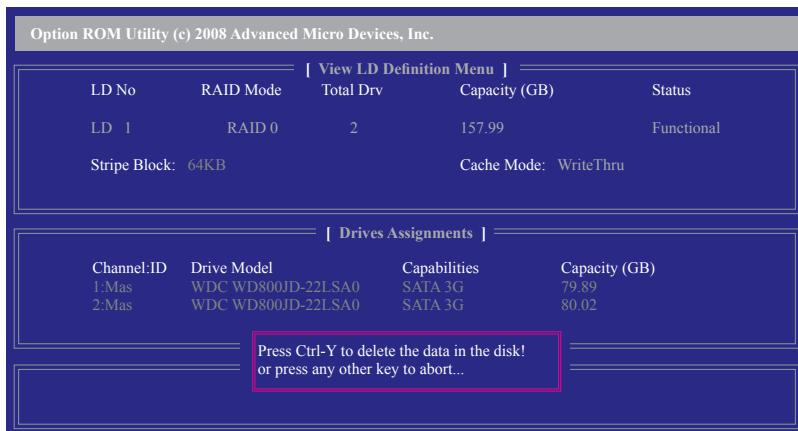

図9
- View LD Definition Menu が表示され(図9を参照)、このアレイに割り当てられたドライブを表示します。中断するアレイまたは保管キーを削除する場合、<Ctrl>+<Y>を押します。